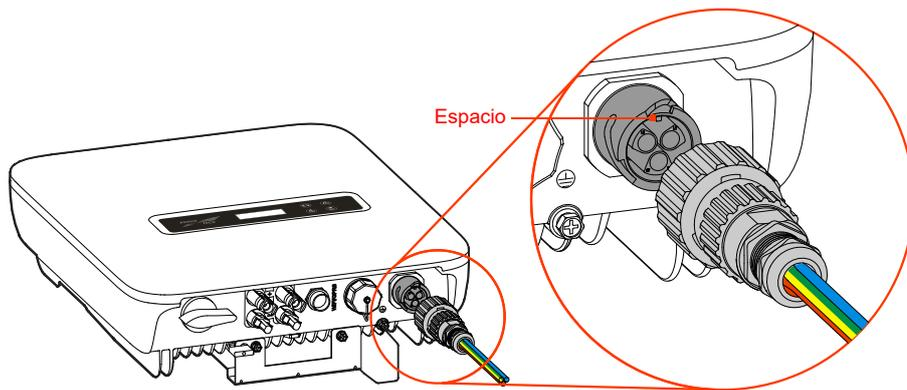

Figura 3-24 Inserte el conector de CA
- Paso 3 Inserte el conector de CA en el puerto de RED (como se muestra en Figura 3-24) y bloquéelo.